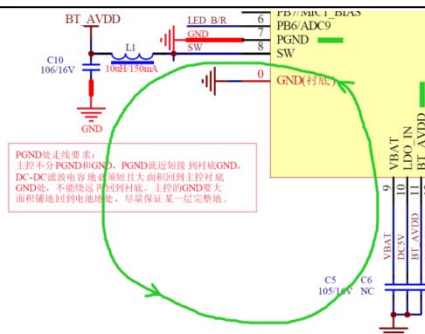

图5 DCDC回路路径
- a) 需保证 { 芯片管脚VBAT、SW、BTAVDD、PGND、GND和LC组成的回路短而粗，特别是退耦电容的地要共地完整 }，地线回到电池的负端，路径粗而完整，如图5。